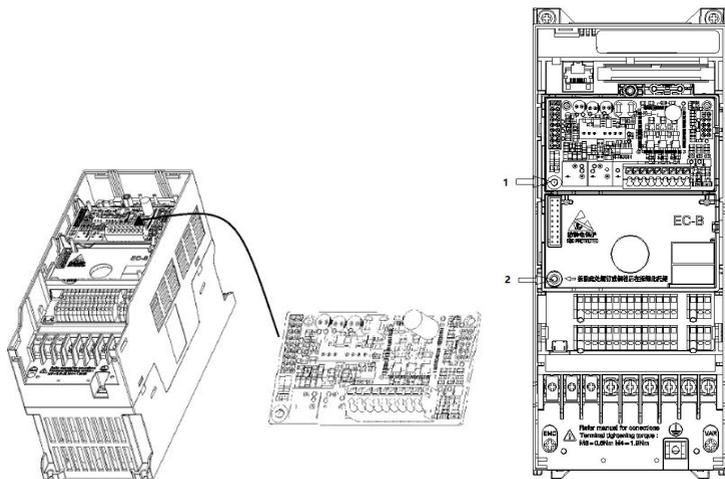

图 2.2.1
- 先将拓展卡托架螺丝拆下（图 2.2.1 中 1 与 2 位置均可），使用一字螺丝刀将随卡附送的铜柱固定在原螺丝孔位置，拿出拓展卡对准定位柱下压，然后使用螺丝将拓展卡与铜柱锁死完成安装。